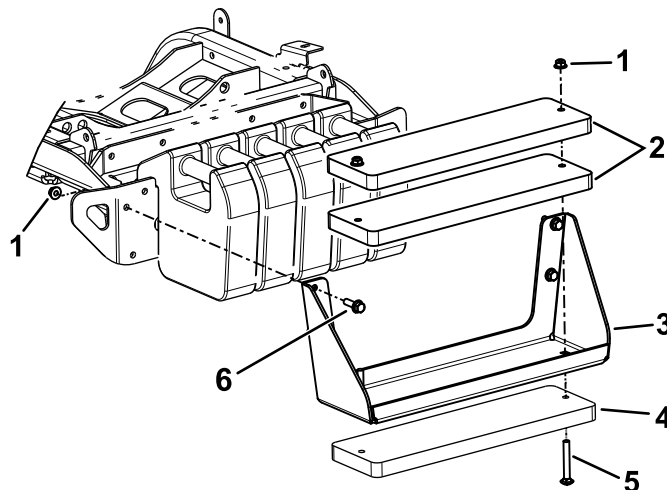

Figura 22
Notă: Consultați Figura 22 pentru acțiunile.
- A. Utilizați uruburile ($\frac{3}{8} \times 4"$) și piulițele ($\frac{3}{8}"$) pentru a fixa cele 3 greutăți la suport (Figura 22).
- B. Utilizați uruburile și piulițele cu cap hexagonal (incluse în set) pentru a fixa suportul de greutate la maină (Figura 22).
- A. Îndepărtați suportul pentru greutate de la maină (Figura 22).
- C. Utilizați uruburile ($\frac{3}{8} \times 4"$) și piulițele ($\frac{3}{8}"$) pentru a fixa cele 3 greutăți la suport (Figura 22).
- D. Utilizați elementele îndepărtate anterior pentru a fixa la maină suportul pentru greutate (Figura 22).